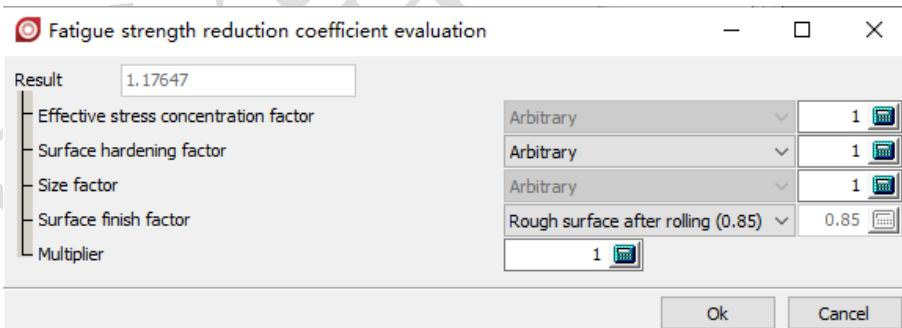

图 2.45
11. 点击**Evaluation**, 定义**Total fatigue strength reduction coefficient**, 如图 2.45所示, 其中**Effective stress concentration factor**为1, 表示不考虑应力集中, 直接采用局部弹性应力。